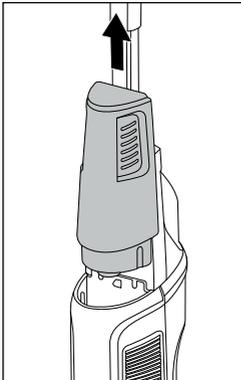

Fig. 6
- ▶  Utilice exclusivamente agua corriente fría o caliente (hasta un máx. de 60 °C) o agua destilada en el depósito de agua limpia ①. No utilice agua hirviendo.
- ▶ No ponga nunca el aparato en funcionamiento si no hay agua en el depósito de agua limpia ①.
- ◆ Sujete el depósito de agua limpia ① por las acanaladuras laterales y tire de este hacia arriba para extraerlo del aparato (consulte la fig. 6).